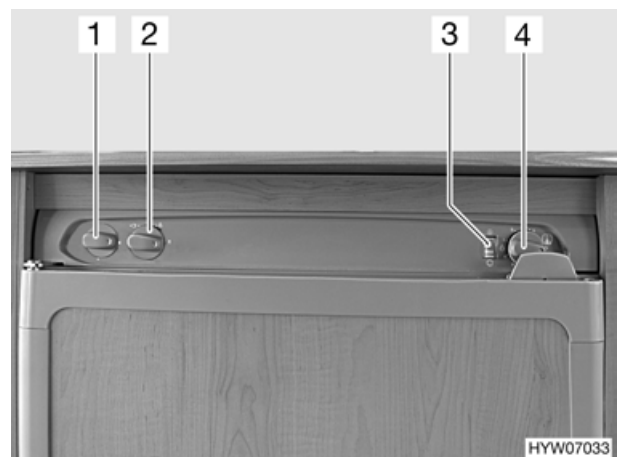

Bild 78 Bedienelemente für Kühlschrank (Variante 2)
- Energie-Wahlschalter (Bild 78,2) auf Gas  stellen.
- Drehregler (Bild 78,4) auf Stufe 5 stellen, drücken und gedrückt halten. Die Gaszufuhr ist geöffnet. Der Zündvorgang erfolgt automatisch. Ein tickendes Geräusch ist hörbar, bis der Zündvorgang erfolgreich abgeschlossen ist.
- Drehregler gedrückt halten, bis der Flammenanzeiger (Bild 78,3) grün wird, dann loslassen. Falls die Flamme erlischt, wiederholt das Zündgerät automatisch den Zündvorgang.
- Kühltemperatur mit dem Drehregler (Bild 78,4) einstellen.
- Energie-Wahlschalter (Bild 78,2) auf "O" stellen. Das Gerät ist abgeschaltet.
- Energie-Wahlschalter (Bild 78,2) auf 230-V-Betrieb  stellen.
- Kühltemperatur mit dem Drehregler (Bild 78,1) einstellen.
- Energie-Wahlschalter (Bild 78,2) auf 12-V-Betrieb  stellen.